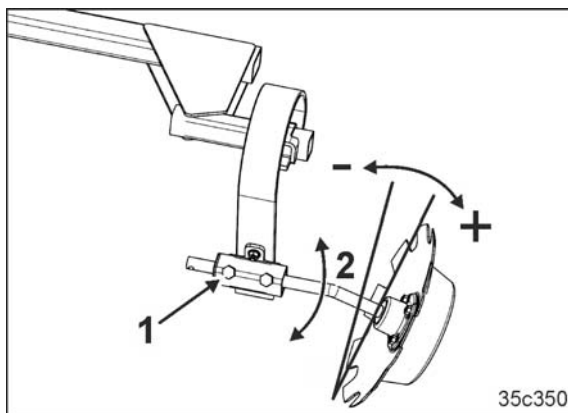

Fig. 206
5. Schrauben (Fig. 206/1) lösen
6. Die Arbeitsintensität des Spuranreißers durch Verdrehen (Fig. 206/2) der Spuranreißerscheibe so einstellen, dass sie auf leichten Böden etwa parallel zur Fahrtrichtung und auf schweren Böden mehr auf Griff steht.
7. Schrauben (Fig. 206/1) fest anziehen